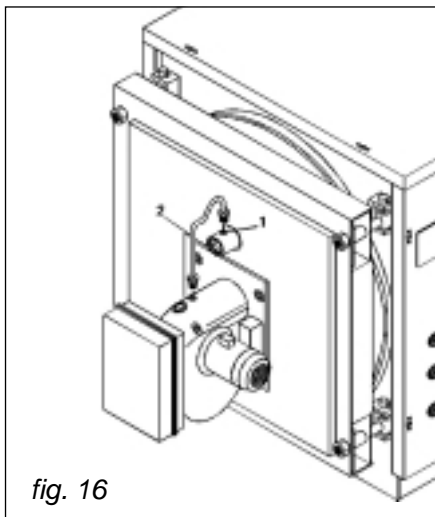

fig. 16
La spia controllo fiamma è munita di un attacco filettato da 1/8" (pos. 1, fig. 16) su cui è montata una presa di pressione da 9 mm. da utilizzarsi con tubo di silicone per le misure di contropressione in camera di combustione.